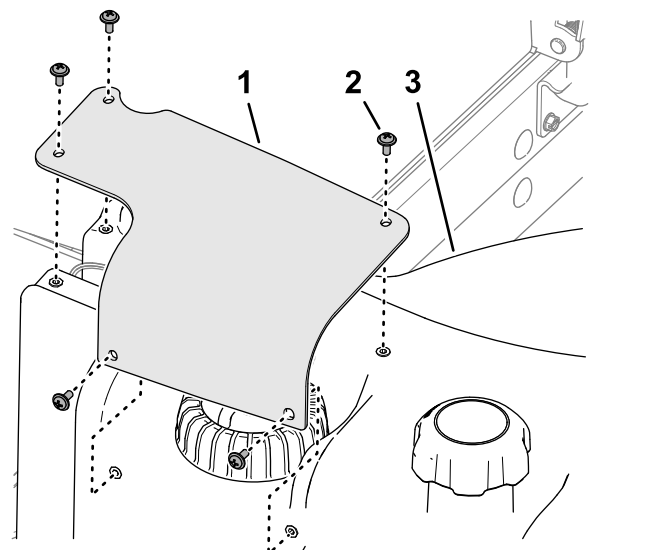

Figura 126
7. Alinai orificiile capacului transmiătorului pentru combustibil cu orificiile rezervorului de combustibil i fixai capacul pe rezervorul de combustibil cu cele 5 uruburi cu cap Phillips (Figura 126).